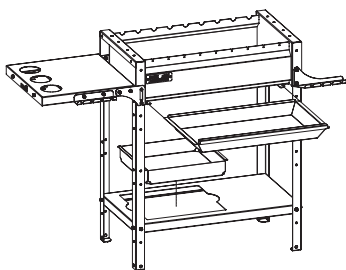

Рис. 26.
- Установить и задвинуть зольник (поз. 3) и установить лоток (поз. 10) как показано на рис. 26.